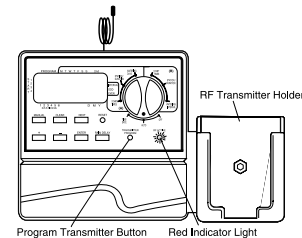

Ilustración 17: Riego usando las funciones del control remoto inalámbrico
- Oprima el botón de la estación deseada en el Transmisor (número 1, 2, 3, etc.). El Transmisor emitirá una sola señal acústica y la luz roja se encenderá [Vea la ilustración 17].
- Oprima el botón ENCENDIDO para el período deseado de riego (seleccione los períodos de duración de 2, 10, 30 ó 60 minutos). El Transmisor emitirá tres señales acústicas para confirmar el mandato. La luz roja del Regulador se dejará ver intermitente varias veces para indicar que ha recibido la señal del inalámbrico [Vea la ilustración 17]. Durante el riego inalámbrico, la pantalla del Regulador mostrará la estación activa que se está regando (una "A" aparecerá sobre el número de estación), indicará REMOTO y contará en forma descendente el número de minutos que quedan en esa estación.
- Oprima en el Transmisor el botón TODAS. El Transmisor emitirá una vez una señal acústica y la luz roja se encenderá [Vea la ilustración 17].
- Oprima el botón ENCENDIDO del período de riego deseado (seleccione períodos de 2, 10, 30 ó 60 minutos). El Transmisor emitirá tres señales acústicas para confirmar el mandato. La luz roja del Transmisor se verá intermitente varias veces para indicar que ha recibido la señal del inalámbrico [Vea la ilustración 17]. Durante el riego por inalámbrico, la pantalla del Regulador mostrará la estación activa que se está regando (una "A" aparecerá sobre el número de estación), indicará REMOTO y contará en forma descendente el número de minutos que quedan en esa estación. Se debe tener en cuenta que cada estación se activará, a pesar de la programación en el Regulador.